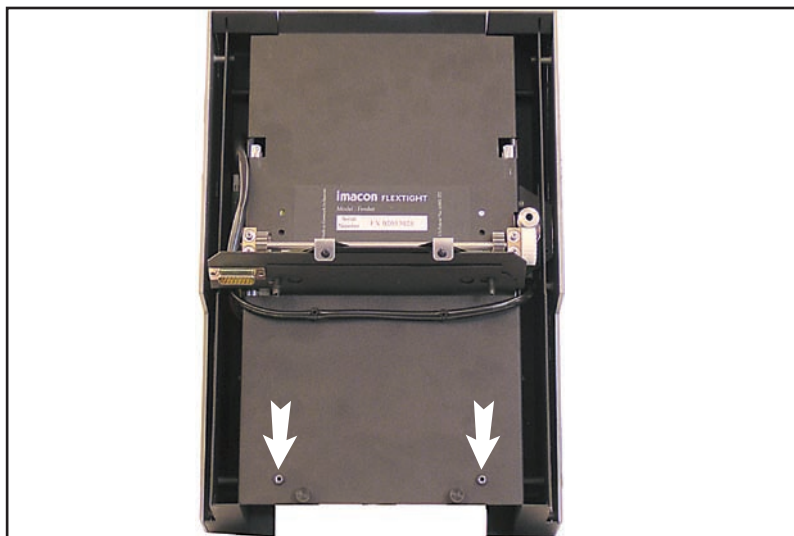

Abbildung 11: Löcher zum Einsetzen der Transportsicherungsschrauben an der Rückseite der Zuführung
3. Machen Sie die beiden Löcher unten an der Rückseite der Zuführung ausfindig, durch die das Magazin zum Transport gesichert wird (siehe Abbildung 11 unten). Setzen Sie die Transportsicherungsschrauben in diese Löcher ein und ziehen Sie sie fest, um das Magazin zu sichern.